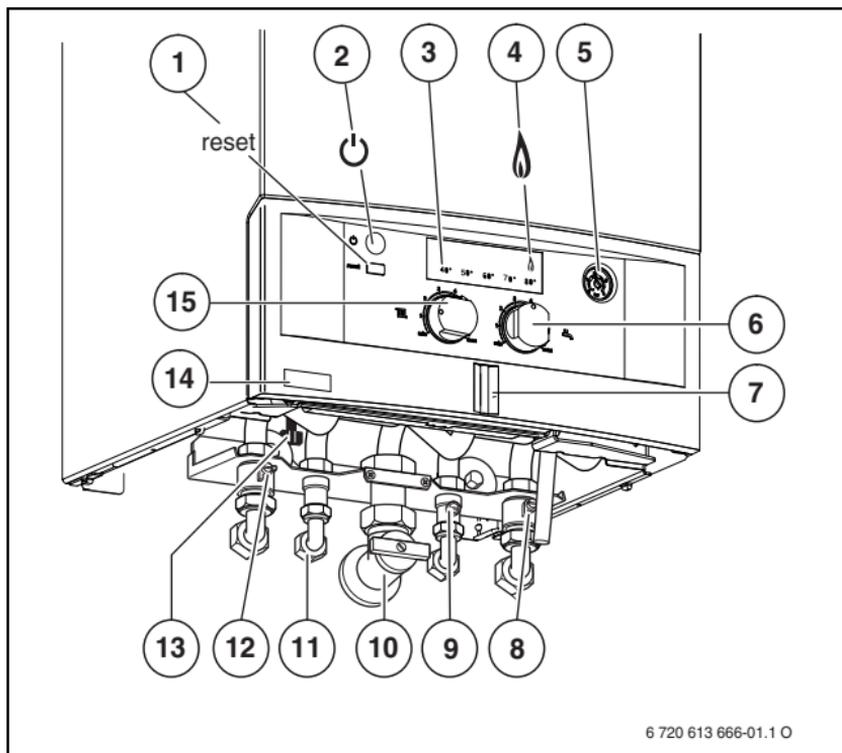

Рис. 1
**Приборы со встроенным краном подпитки:** кран подпитки находится снизу прибора между подключением подающей линии системы отопления и подключением контура ГВС (рис. 1, поз. 13).